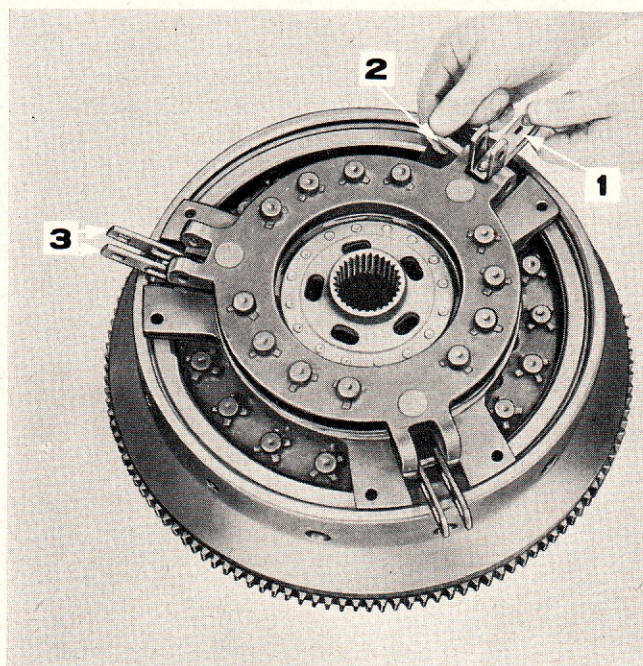

Figure 25: Dépose des biellettes d'attelage du plateau d'embrayage de prise de force
9. Chasser les axes d'attelage du plateau d'embrayage de prise de force après avoir extrait leurs freins. Déposer les biellettes d'attelage du plateau de prise de force (Figure 25).